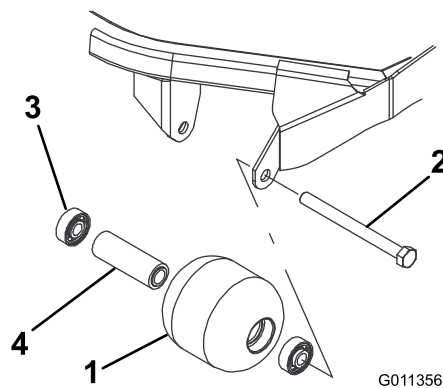

図 71
4. ローラハウジング、ベアリング、ベアリングスペーサに破損がないか点検する図 71。破損している部品を交換し、組み立てを行う。
1. ローラ取り付けボルトを外す図 71。
1. 第一のベアリングをローラハウジングに押し込む図 71。アウターレースのみを押すか、インナーレースとアウターレースを均等に押すかする。
2. スペーサを入れる図 71。
3. 第二のベアリングをローラハウジングに入れる図 71このときは、インナーレースがスペーサに接触するまで、インナーレースとアウターレースを均等に押す。